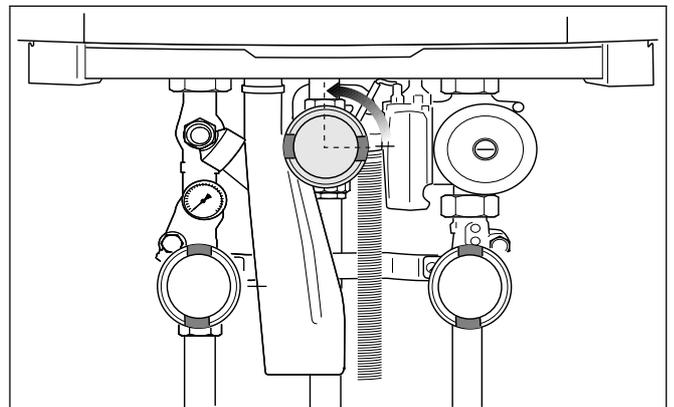

Fig. 59 Aprire il rubinetto del gas
- Aprire lentamente il rubinetto del gas premendolo e ruotandolo di  $\frac{1}{4}$  di giro verso sinistra (fig.59).
- Aprire lentamente il rubinetto del gas. Per procedere in questo senso, premere il rubinetto del gas e ruotarlo a sinistra di  $\frac{1}{4}$  di giro (fig. 59, pag. 49).
- Aprire lentamente il rubinetto del gas premendolo e ruotarlo di  $\frac{1}{4}$  di giro verso sinistra (fig. 59).